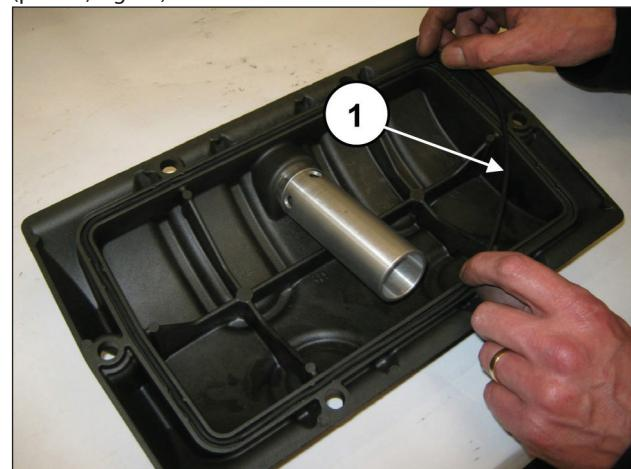
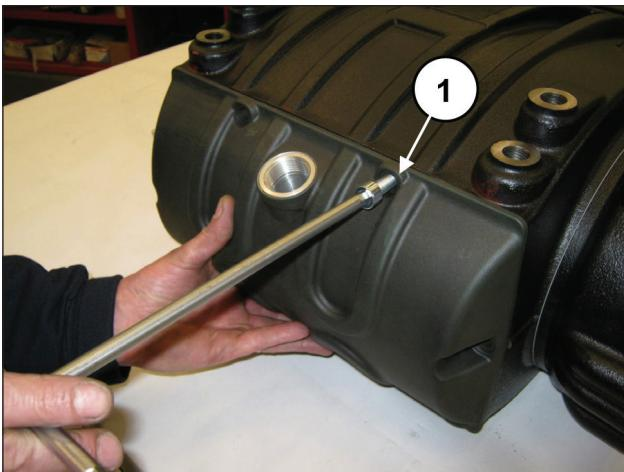

Fig. 72
Fig. 73
Insira o anel circular na cobertura posterior (pos. ①, Fig. 72) e monte a cobertura no cárter, mediante 6 parafusos M10x30 (pos. ①, Fig. 73).